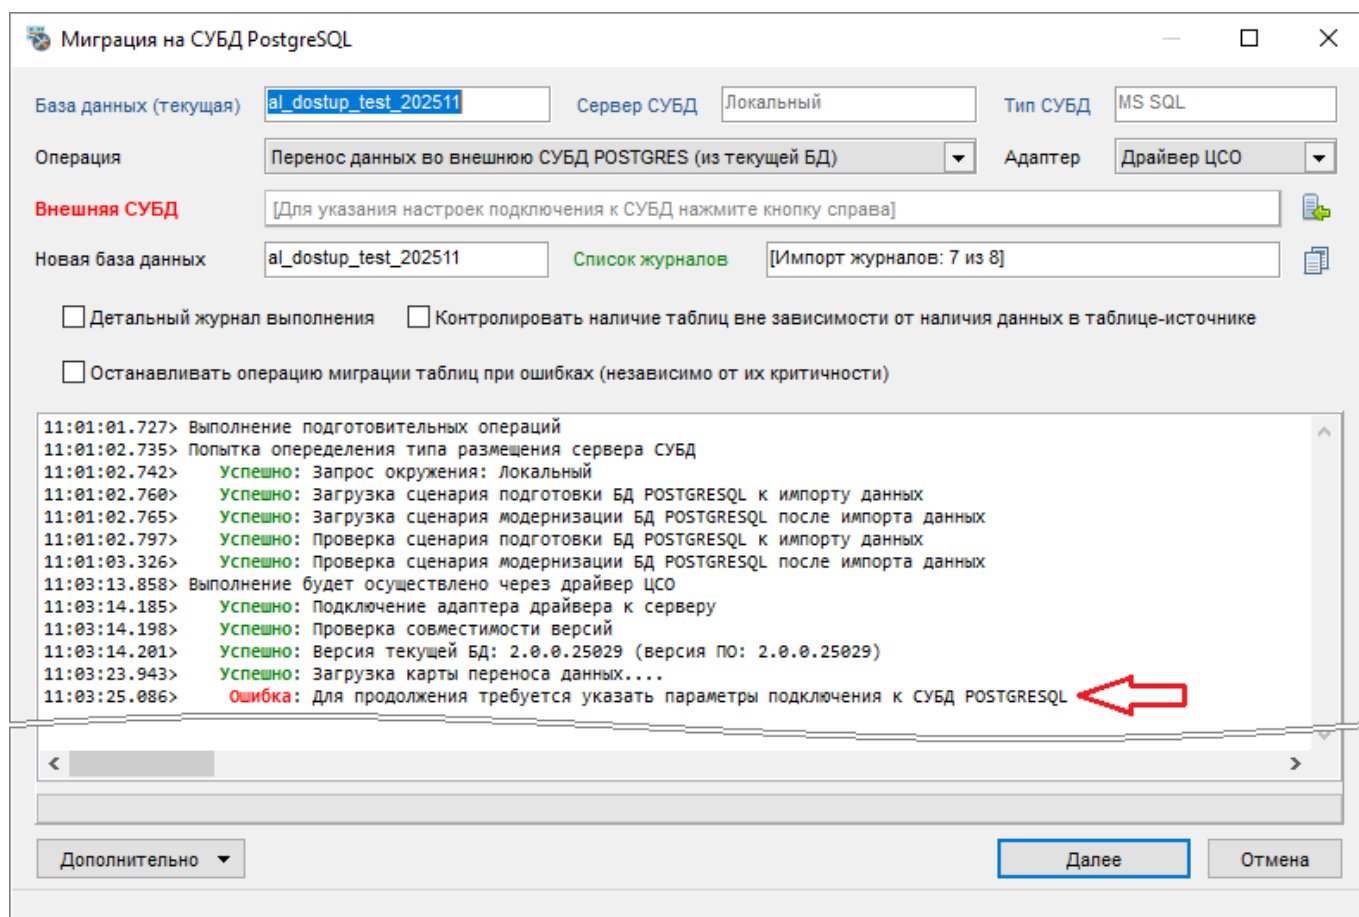

Рисунок 4-90 Отображение ошибки в окне "Миграция на СУБД PostgreSQL"
- 8) при отображении в протоколе ошибок (см. Рисунок 4-90) внесите необходимые изменения и нажмите кнопку «Далее»;